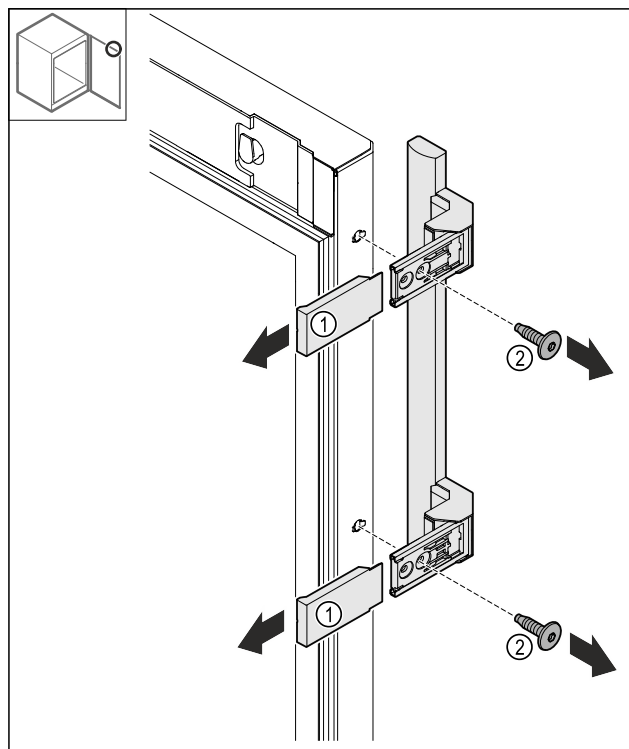

Fig. 25
- Levantar las cubiertas Fig. 25 (1).
- Aflojar los tornillos Fig. 25 (2).